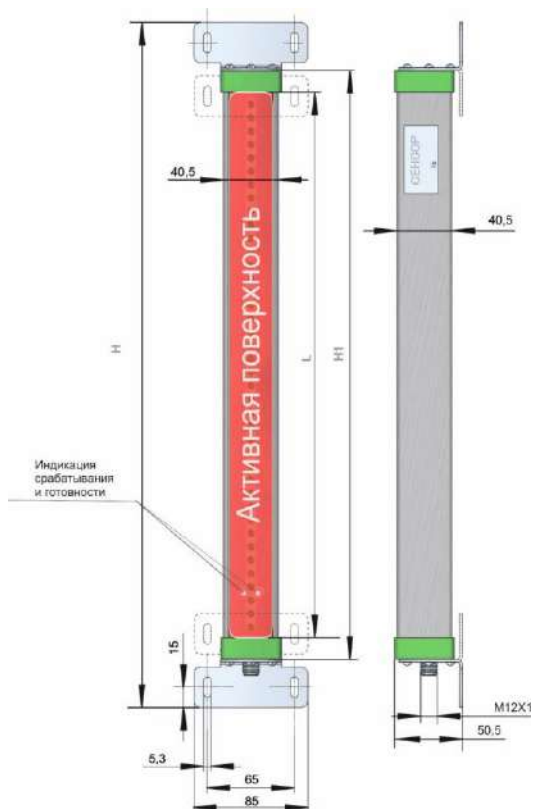
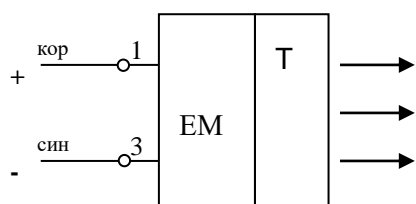
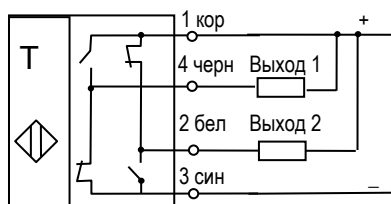
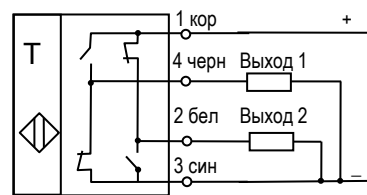

Рис. 1 Внешний вид и габаритные размеры барьеров ВБО-ЭК10/20/40
Рис. 2 Излучатель
Рис. 3. Приемник
Рис. 4. Приемник
3.1 Защитные барьеры ВБО-ЭК10/20/40 относятся к оптическим бесконтактным выключателям типа Т (приём прямого луча от излучателя). Защитный барьер состоит из многолучевого источника инфракрасного излучения и приёмника, имеющих однотипные металлические корпуса. Длина корпуса зависит от высоты контролируемой зоны L. На крышку корпуса выведен разъём для подключения кабеля. Внешний вид и габаритные размеры приемника приведены на **рис. 1**. Схема подключения излучателя приведена на **рис. 2**, а возможные схемы подключения приемника – на **рис. 3 и 4**.
Приёмник имеет выход 1 (конт. 4) и выход 2 (конт. 2). Коммутационный элемент каждого выхода выполнен по комплементарной (двухтактной, push-pull) схеме: он состоит из двух ключей, работающих противофазно, т.е. если один замкнут, то другой разомкнут. Один ключ соединяет выход с плюсом питания, а другой – с минусом. При отсутствии объекта воздействия выход 1 соединен с минусом питания, а выход 2 соединен с плюсом питания. При появлении объекта, который перекрывает хотя бы один из лучей, выход 1 переключается на плюс питания, а выход 2 переключается на минус питания. Комплементарный коммутационный элемент позволяет включать нагрузку между выходом и плюсом питания, реализуя NPN-выход (рис. 3), или между выходом и минусом питания, реализуя PNP-выход (рис.4). Каждый выход имеет тактовую защиту от короткого замыкания в нагрузке. При срабатывании защиты оба ключа коммутационного элемента переходят в разомкнутое состояние. После устранения короткого замыкания работоспособность коммутационного элемента автоматически восстанавливается.